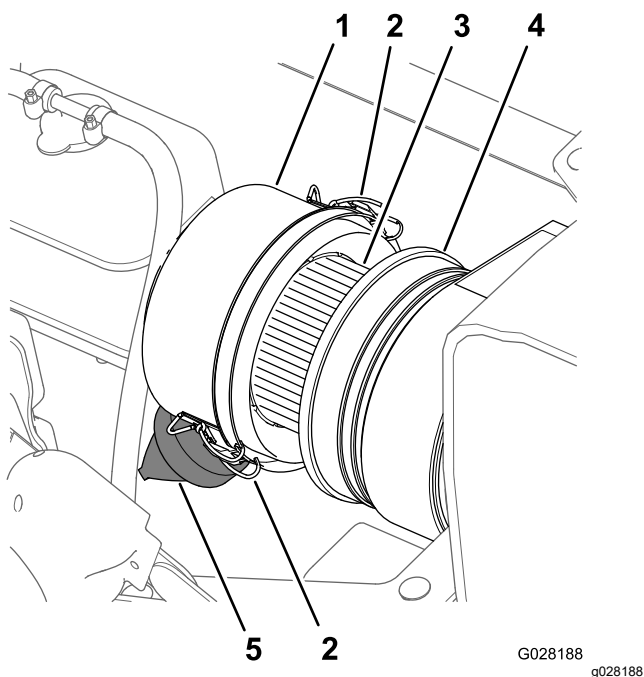
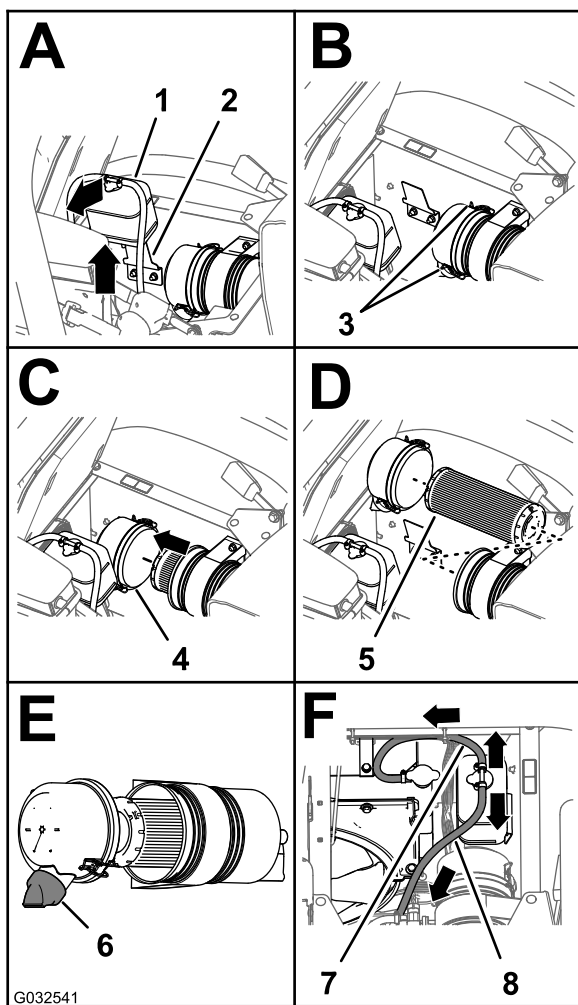

Figura 108
Figura 109
3. Nettoyez le capuchon antipoussière et le boîtier du filtre à air (Figura 108).
4. Recherchez sur le boîtier du filtre à air des dommages susceptibles d'occasionner des fuites d'air (Figura 108).
5. Pressez la valve à poussière pour éliminer les saletés, la poussière et les débris (Figura 108).
7. Vérifiez que l'élément du filtre à air ne présente pas de dépôts excessifs de poussière, saleté ou débris (Figura 108).
8. Reposez le capuchon antipoussière sur le boîtier du filtre à air et fixez-le en place avec les 2 attaches (Figura 108).
2. Nettoyez le capuchon antipoussière et le boîtier du filtre à air (Figura 108).
3. Soulevez le réservoir de trop-plein de liquide de refroidissement pour le déposer de son support (Figura 109).
- Desserrez les 2 attaches qui fixent le capuchon antipoussière sur le boîtier du filtre à air (Figura 109).
- Nettoyez l'intérieur du capuchon antipoussière, du boîtier du filtre à air et de la valve à poussière avec un chiffon humide (Figura 108 et Figura 109).
- Insérez l'élément filtrant neuf dans le boîtier du filtre à air (Figura 109).
- Reposez le couvercle sur le boîtier du filtre à air et fixez-le en place avec les 2 attaches (Figura 109).
**Nota:** Vérifiez que la valve à poussière s'aligne bien entre les positions 5 et 7 heures vu de l'extrémité (Figura 109).
- Placez le réservoir de trop-plein du liquide de refroidissement en face de son support et fixez solidement le réservoir (Figura 109).
**Importante:** Vérifiez que le flexible de décharge de pression est dirigé vers l'avant et le bas et que le flexible d'évent du réservoir est dirigé vers l'arrière, comme montré à la Figura 109.